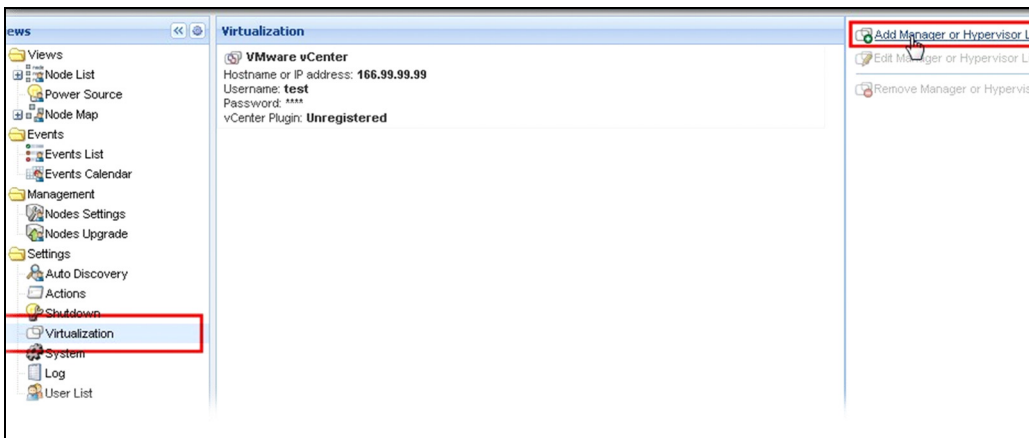

Figura 69. Visualizzazione modulo di virtualizzazione
- 3 Selezionare Aggiungi Manager o Elenco Hypervisor sul pannello di destra (vedere Figura 69).